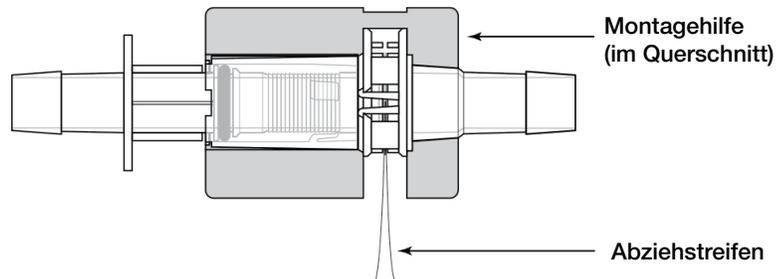

Abbildung 5.32. Aus der Montagehilfe herausstehende Abziehstreifen.
5. Wenn Sie die Montagehilfe für Kleenpak Konnektoren verwenden, platzieren Sie den Konnektor so in der Montagehilfe, dass die Abziehstreifen durch die Öffnung ragen (Abbildung 5.32). Falls nicht, halten Sie den Konnektor auf beiden Seiten gut fest. Die Abziehstreifen müssen dabei von Ihrer Hand weg weisen. Wenn der Kleenpak Konnektor richtig eingesetzt wurde, bleibt er fest in der Montagehilfe.